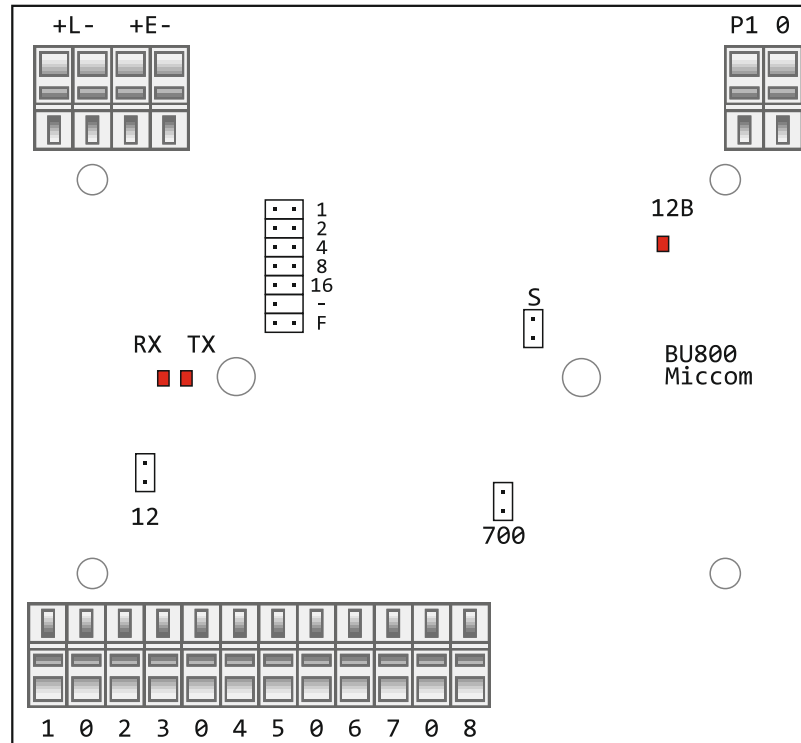

Рис. 3.1.
3.1. Расположение выводов **БУ800** представлено на рис.3.1.